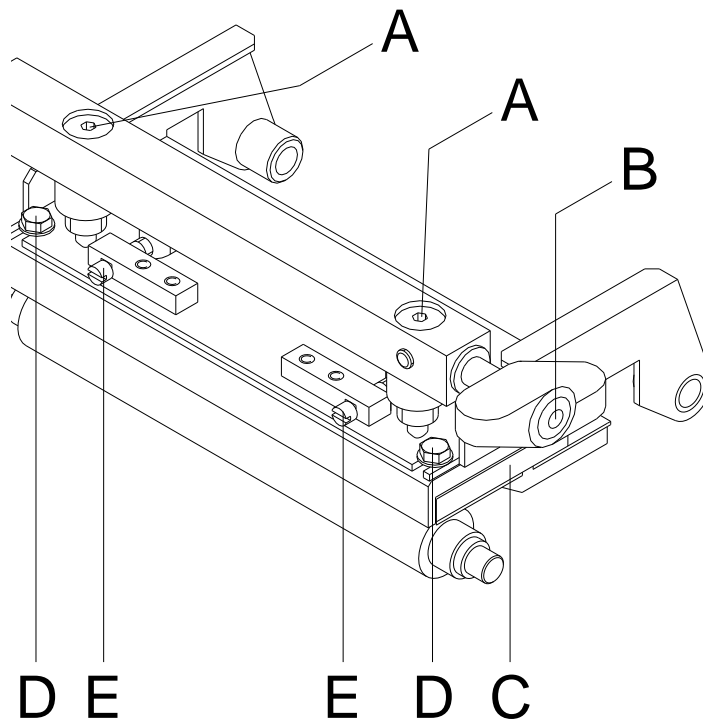

Abbildung 13
1. Andruckschrauben (A, Abbildung 13) drehen, um den Druckkopfdruck zu verändern.
2. Drehen der Andruckschrauben (A, Abbildung 13) im Uhrzeigersinn ergibt eine Andruckerhöhung.
3. Drehen der Andruckschrauben (A, Abbildung 13) gegen den Uhrzeigersinn ergibt eine Andruckverringerung.